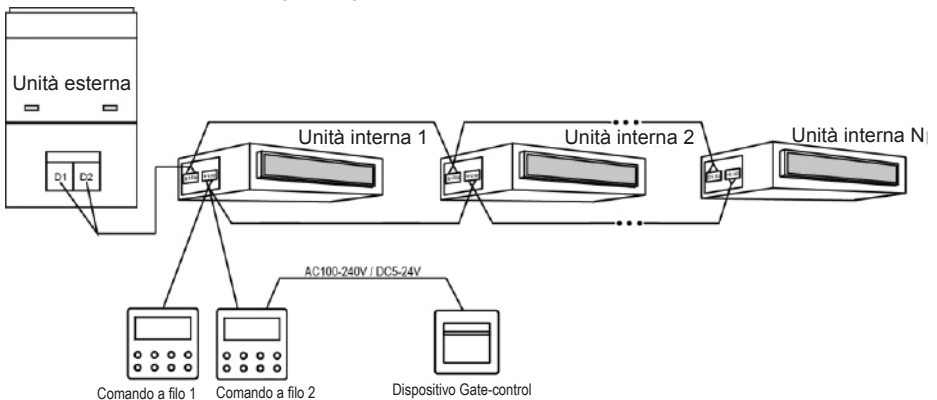

Figura 3.11 Metodo di collegamento 2 tra telecomando e controllo con scheda
- ① Il dispositivo di comando a filo 2 nella figura 3.11 può essere impostato come master o slave;
- ② Come dispositivo di comando a filo 1 nella figura 3.11 può essere usato il modello XK49 o altri modelli.